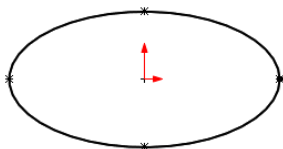

图 2.3.4 草图 2
Step4. 创建图 2.3.4 所示的草图 2。选择下拉菜单 **插入(I)** → **草图绘制** 命令；选取基准面 1 作为草图基准面，绘制图 2.3.4 所示的草图 2（使用“转换实体应用”命令创建其轮廓）。